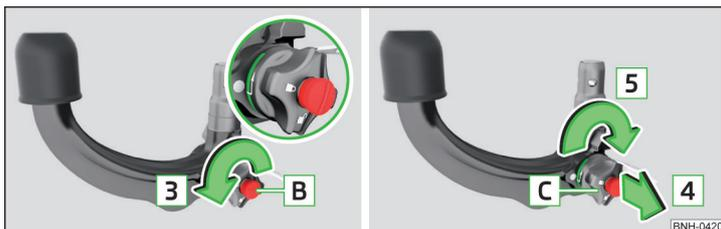

Fig. 131 Réglage de la position de mise en service
- Tournez la clé **B** dans le sens de la flèche **3** jusqu'à la butée afin que la flèche sur la clé corresponde au symbole  $\hat{\sigma}$  » fig. 131.